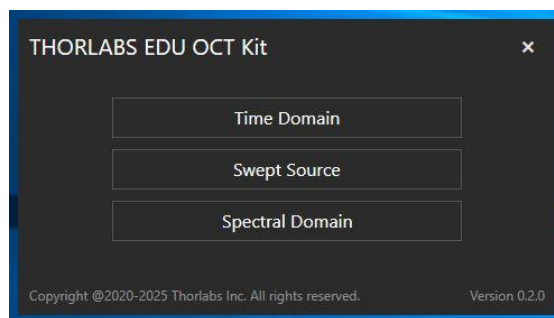

Abbildung 6: Wahl des Verfahrens
- Wählen Sie „Time Domain“ als Verfahrensart aus, s. Abb. 6.